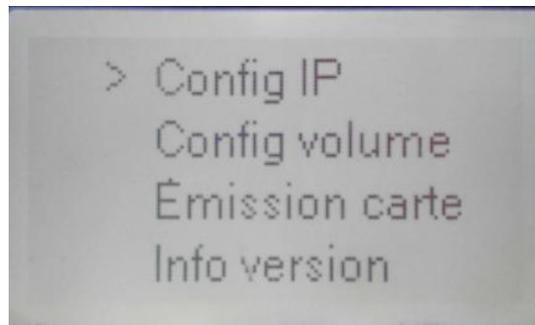

Figure 4-9
- b) Référez-vous aux étapes du chapitre 4.1 pour sélectionner « Émission carte ». Voir Figure 4-9.